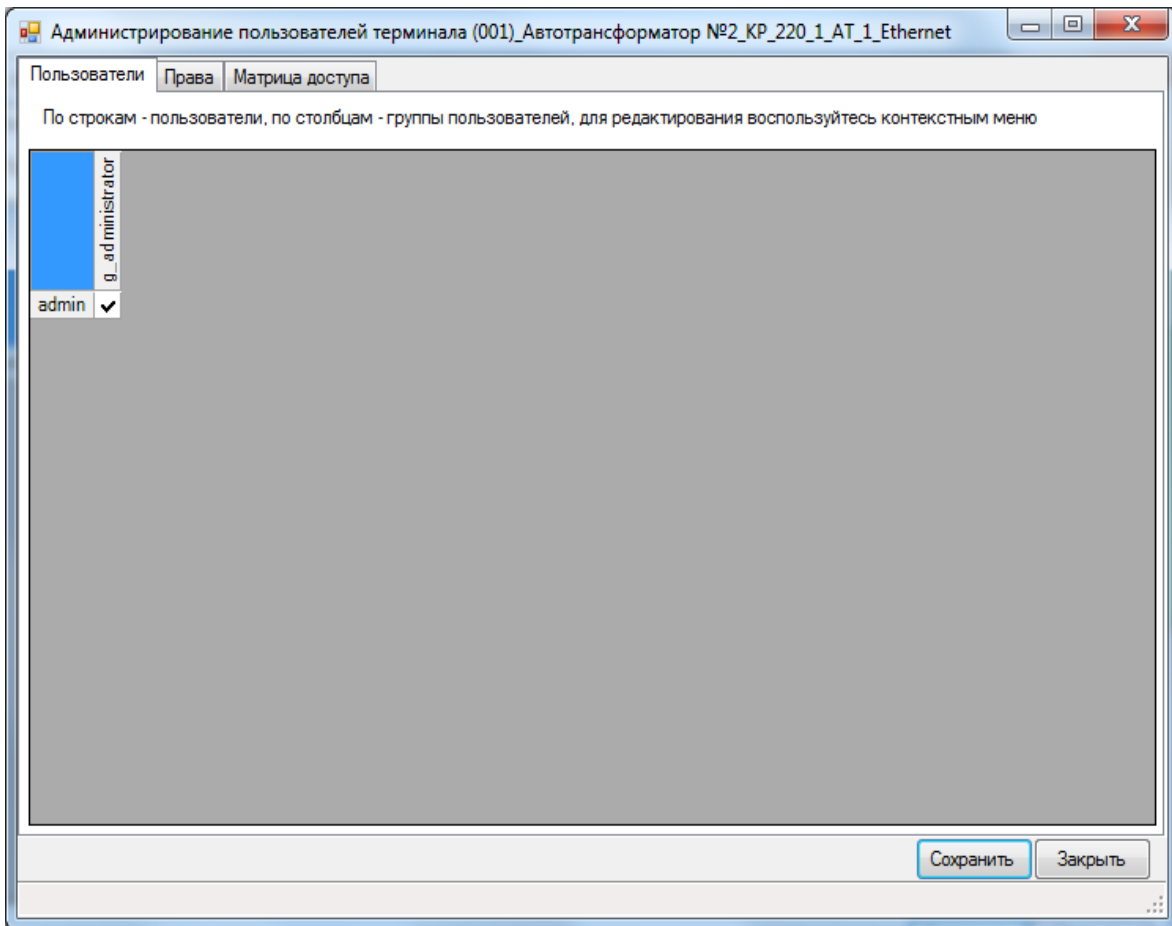

Рисунок 2.135
- Пользователи (рисунок 2.135);